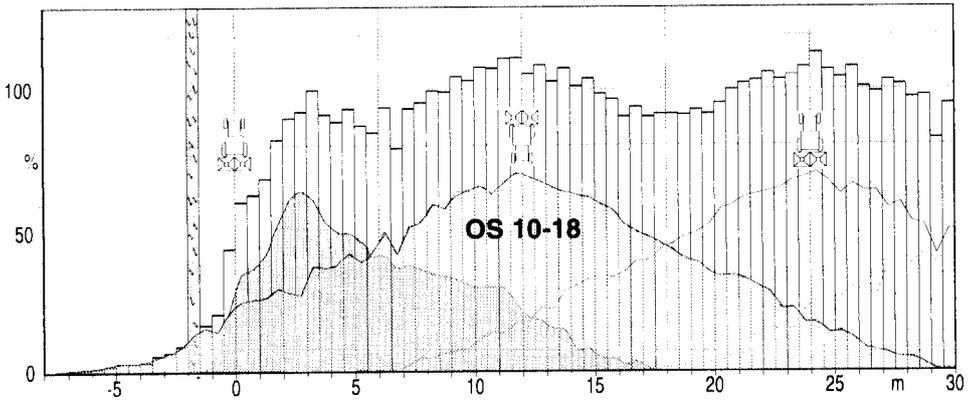

Рис. 4.3
- которые прокладывают колеи на расстоянии 10 или 12 м (рис. 4.3 и 4.4).
Так, например, разбрасывание на границе поля (с помощью специального экрана) на расстояние 1,5 м при колее 18 м является нормальным, поскольку удобрения не попадают за пределы границы поля. Если, однако, при том же положении лопастей разбрасывания (для некоторых сортов удобрений, например, KAS, можно при том же положении лопастей разбрасывания получить оптимальное поперечное распределение при рабочей ширине 10-18 м) двигаться на расстоянии между колеями 12 или 10 м, то на обратном пути диски OS 10-18 будут разбрасывать за границу поля значительное количество удобрений (на ширину ок. 4,5 или 6,5 м) (смотри рисунок 4.3).